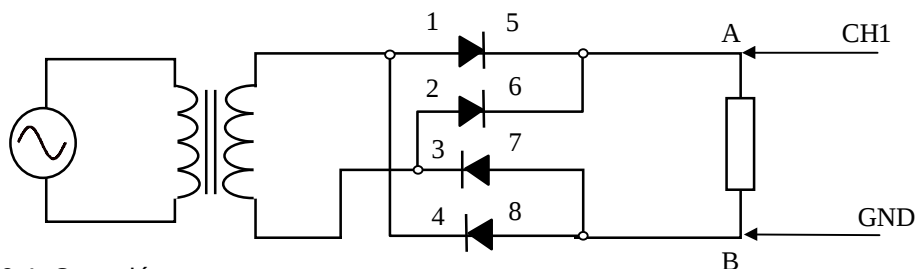

FIGURA 6.4. Conexión en puente.
8. Arme el circuito de la figura 6.4. y observe la señal obtenida. Desconecte luego alternativamente los circuitos simétricos (puentes 5-6 o 7-8). Explique los resultados.